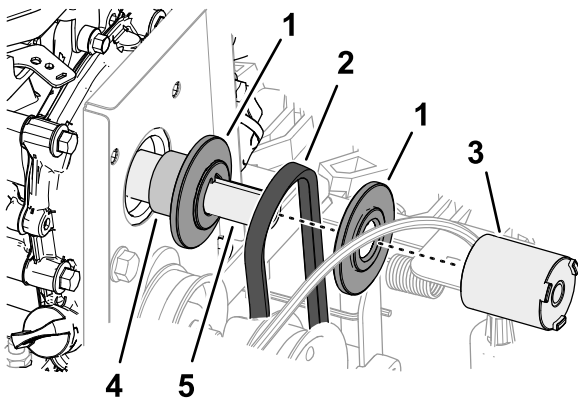

Figura 46
4. Retire o espaçador da polia, a meia folha frontal e correia de tração de 87,6 cm da cambota do motor (**Figura 46**).